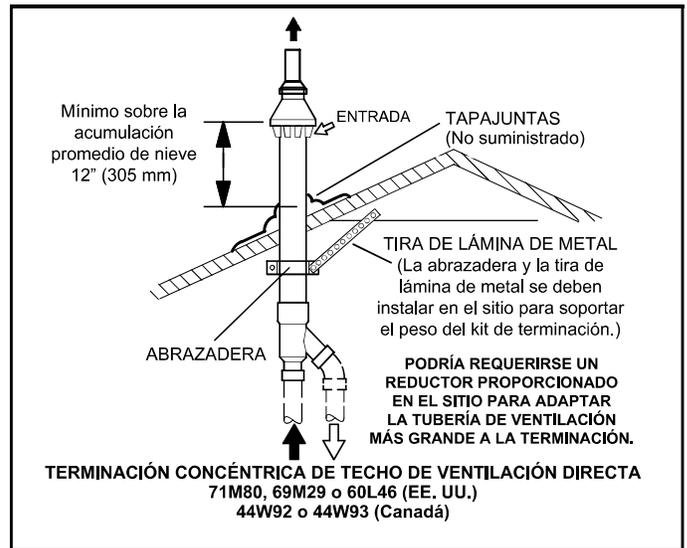

Figura 36
- 8 - Una instalación de calefactores múltiples puede utilizar un grupo de hasta 4 terminaciones ensambladas juntas horizontalmente, como se muestra en la Figura 36.